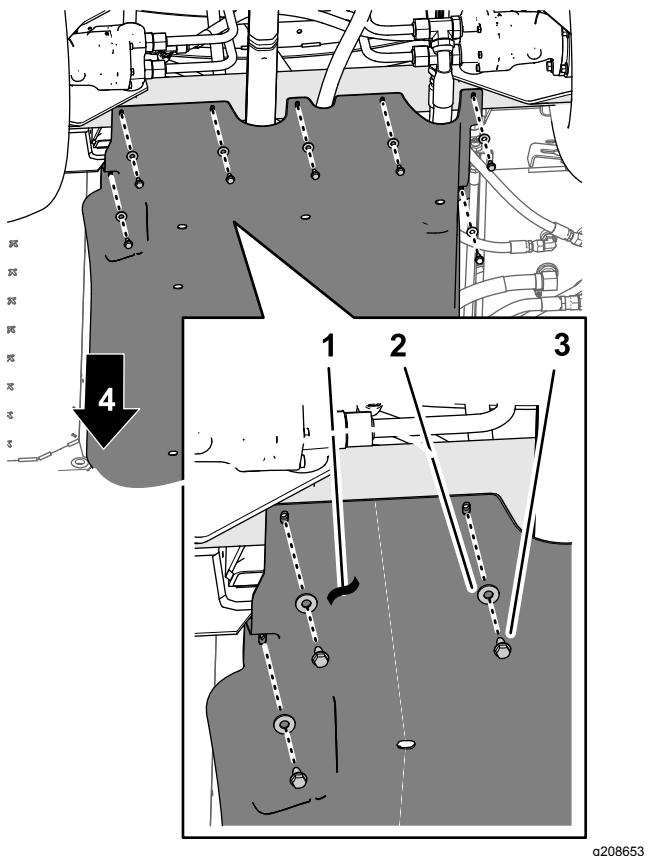

Figura 180
- Alinee los orificios de la parte trasera del protector de bajos con los orificios del chasis (Figura 180).
- Sujete la parte trasera del protector de bajos al chasis con los 7 pernos con arandela prensada (5/16" x 7/8") y las 7 arandelas (5/16") que retiró en el paso 1 de 12 Retirada del kit opcional de protector de bajos (página 25) (Figura 180).